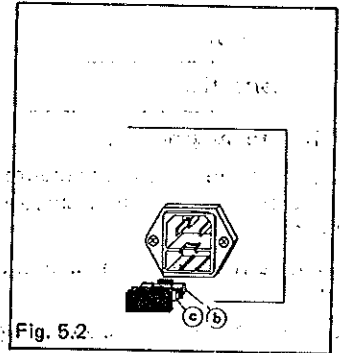

Fig. 5.2
- Remplacer le fusible défectueux ⑥ par un autre fusible ⑤ dont les caractéristiques ont été vérifiées (Fig. 5.2).
- Placer le fusible de réserve ⑥ et replacer le support ④.